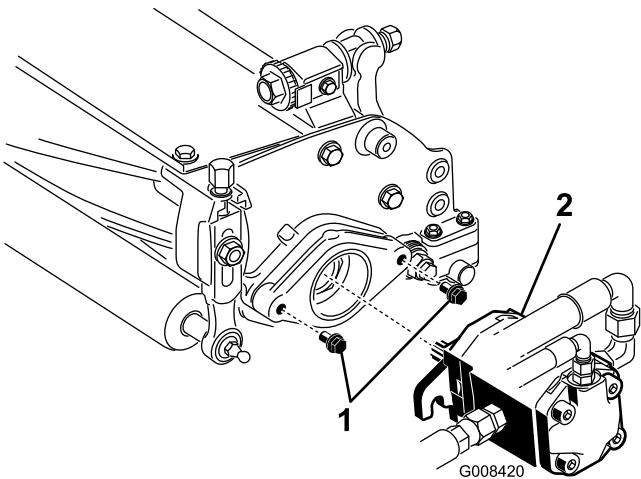

Figure 12
- Montez les vis de fixation du moteur d' entraînement des cylindres sur chaque plateau de coupe. Laissez dépasser approximativement 13 mm du filetage sur chaque vis de fixation (Figure 12).
10. Lubrifiez l'arbre cannelé de chaque moteur avec de la graisse propre, puis montez le moteur en le tournant dans le sens horaire de sorte que les brides dépassent les goujons. Tournez le moteur dans le sens horaire jusqu'à ce que les brides encerclent les goujons (Figure 12).
11. Resserrez les boulons de fixation (Figure 12).